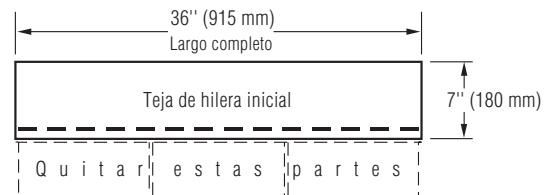

Figura 10-6: Haga tejas iniciales al sacar las lengüetas inferiores de 5" (125 mm).
1. Utilice Swiftstart® de CertainTeed o una hilera inicial formada por las tejas a las que se han quitado las lengüetas inferiores de 5" (Figura 10-6). Recuerde que el sellador de las hileras iniciales debe quedar lo más cerca posible del borde del alero del techo.
1. Use tejas CertainTeed Swiftstart® o una hilera inicial que consiste de tejas de las que se sacaron las lengüetas inferiores de 5" (125 mm) (Figura 10-6). Recuerde que el sellador de las hileras iniciales debe quedar lo más cerca posible del borde del alero del techo.